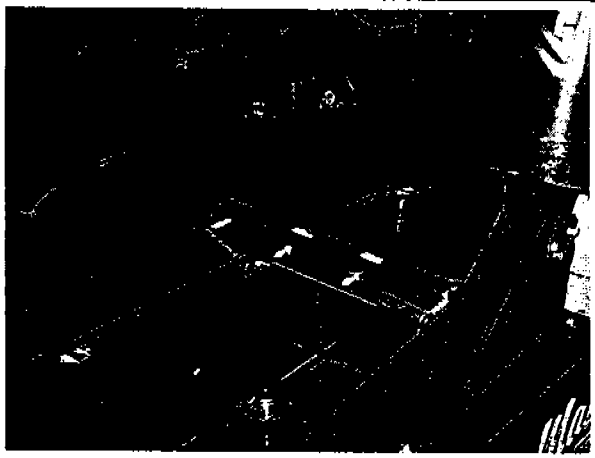

FIGURE 8.13
- Extract the blocking pins of the stabilizer legs, rotate and block them on the trailer with the correspondent brackets, pins and split spins fig. 8.13
- Estrarre le spine di bloccaggio delle gambe stabilizzatrici, ruotarle e bloccarle sul bilico con le apposite staffe, spine e copiglie fig. 8.13